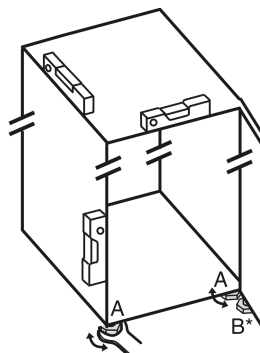

Fig. 51
- ▶ Nastavljive noge *Fig. 51 (A)* odvijajte s priloženim ključem z odprtim koncem in vodilom, dokler naprava ni trdno poravnana in vodoravna.
- ▶ Nastavljivo nogo *Fig. 51 (B)* na ležajnem podstavku spodaj odvijajte s priloženim ključem z odprtim koncem, dokler ne stoji trdno na tleh.
- ▶ Nastavljive noge *Fig. 51 (B)* obrnite za 90°.